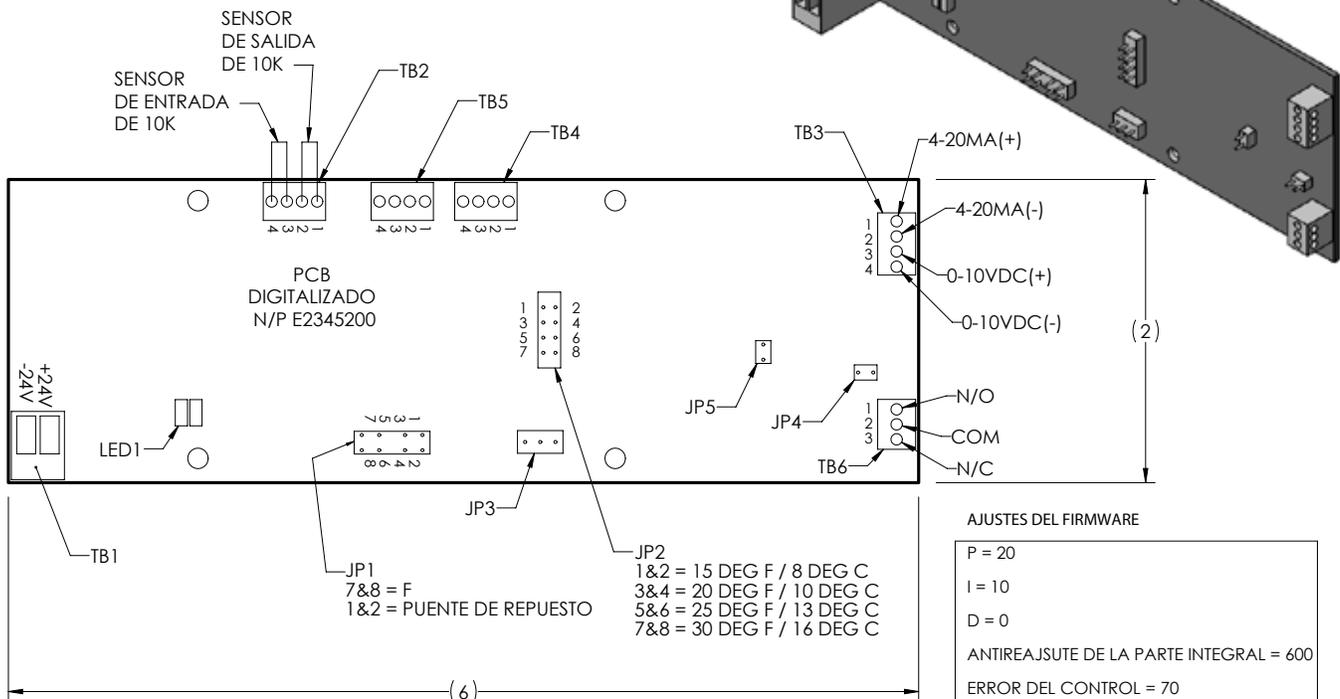

Figura 44. Placa de circuitos digitales VARI-PRIME
1. Permite establecer el Delta T deseado para cualquiera de los siguientes valores cambiando o agregando puentes en el bloque JP2 del control (consulte la Figura 44).